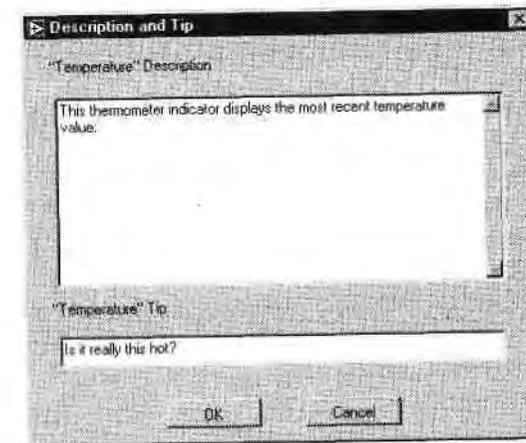

Рис. 5.24
5. Задокументируйте элемент отображения температуры, выбрав опцию **Описание и подсказка** в контекстном меню. Введите описание и подсказку, как показано на рис. 5.24, и щелкните по **ОК** при завершении.